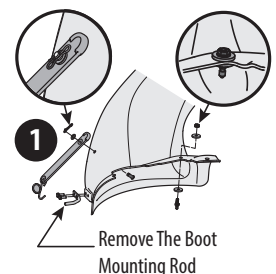

Figure 18
- Installez une des courroies de fixation en caoutchouc sur le coude de la goulotte avec un axe de chape (711-05063), une rondelle (736-0204) et une goupille fendue (714-04040) fournies dans le kit de quincaillerie (689-02239A). Voir Figure 18. Fixez l'extrémité de la courroie (avec le trou plus éloigné), puis insérez le crochet du ressort de torsion (732-04510A) dans l'autre extrémité (1).
NOTE : Si votre plateau de coupe est équipé de roues avant, il est nécessaire de retirer la tige de montage pour permettre l'installation du coude de la goulotte. Voir Figure 18.
- Insérez la goupille de montage du plateau de coupe (711-05049) dans le coude de la goulotte avec deux rondelles plates (736-0176) du kit de quincaillerie (689-02239A). Fixez le tout avec un écrou autobloquant (712-3027) comme indiqué dans la Figure 18.
- Retirez la tige de montage et la quincaillerie, comme illustré dans la Figure 18.